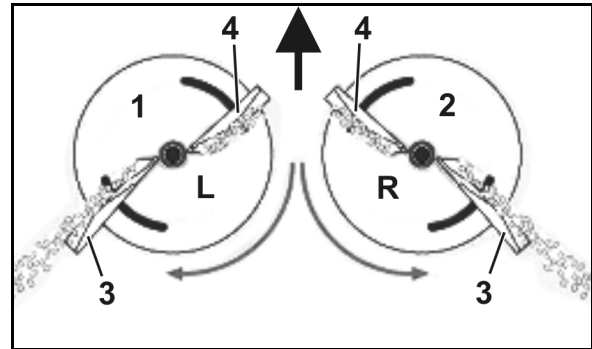

Рис. 20
- левый распределяющий диск (Рис. 20/1) с маркировкой **L**.
- правый распределяющий диск (Рис. 20/2) с маркировкой **R**.
- Длинная (Рис. 20/3) - шкала настройки со значениями от 35 до 55.
- Короткая (Рис. 20/4) – шкала настройки со значениями от 5 до 28.